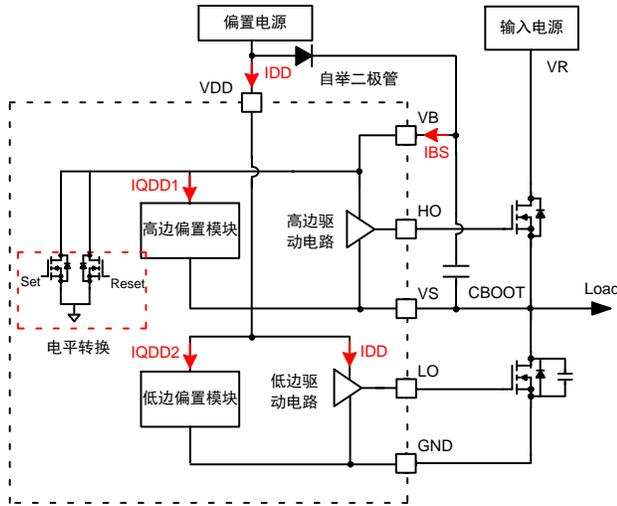

图 3. 驱动器和半桥配置的动态和功率损耗简化电路图
现在我们来考虑一下主要的损耗源。图 3 显示了解决动态损耗问题的驱动器电路图。第一种动态损耗是指高边驱动电平转换 (LS) 中的损耗，即 P_{LS} 。